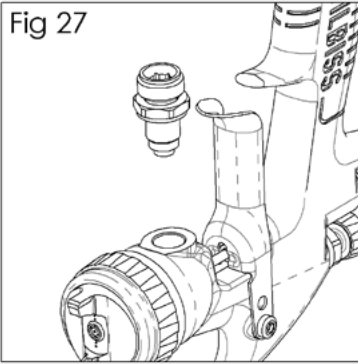

Fig 28
4. Supprimer joint (45) et remplacez-le par un joint neuf (Voir Fig. 28).